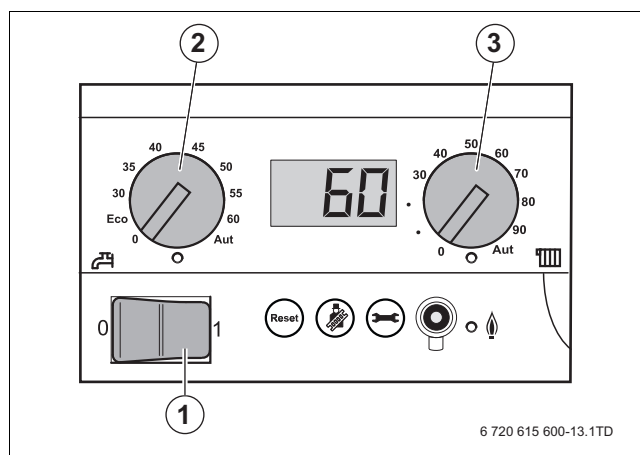

Fig. 44 Painel de controlo no controlador básico
- ▶ Colocar a tecla On/Off na posição "1" (Activar) no painel de controlo (→ fig. 44, [1], página 28).
- ▶ Colocar a tecla On/Off (→ fig. 44, [1], página 28) no painel de controlo do controlador básico na posição "0".
- ▶ Colocar a tecla On/Off (→ fig. 44, [1], página 28) no painel de controlo na posição "1".